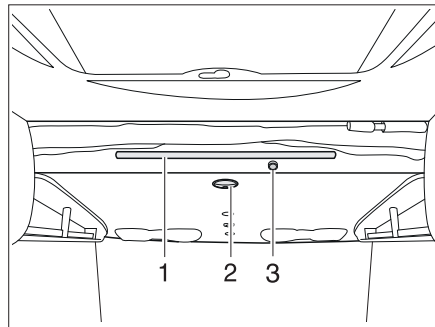
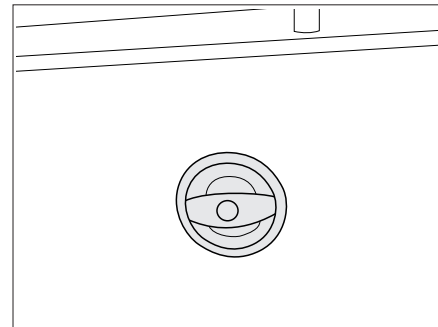

Fig. 121 Cama elevada manual
Fig. 122 Tirador de cama elevada
- Girar el tirador negro (Fig. 121,2 y Fig. 122) en la parte inferior de la cama, para soltar el bloqueo.
- Tirar de la barra de soporte (Fig. 121,1) la cama elevada con ambas manos formando un arco hacia abajo, hasta que engatille audiblemente.
- Presionar el botón en el lado delantero de la cama elevada (Fig. 121,3), para desbloquear el somier extraíble.
- Tirar de la barra de soporte (Fig. 121,1) con ambas manos, para ampliar la superficie de la cama.